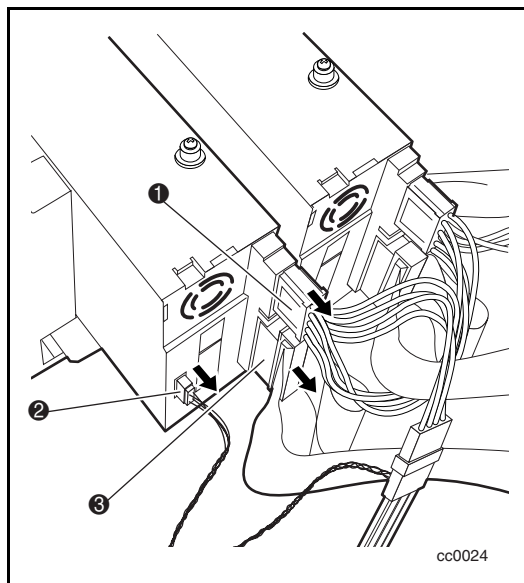

Figure 7. Connexion de la nouvelle unité
3. Branchez le câble d'alimentation ❶, le câble série ❷ et le câble SCSI ❸ sur la nouvelle unité (voir la figure 7).